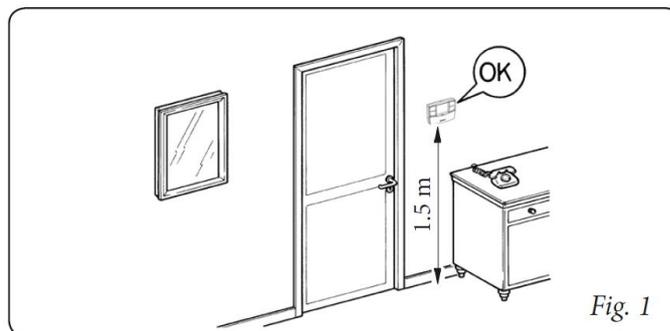

Fig. 1
1) Отделите шаблон фиксации от пульта и закрепите его на стене (смотри рис. 3). Место установки прибора необходимо подбирать таким образом, чтобы он показывал корректную температуру и не подвергался прямому воздействию нагревательных приборов (смотри рис. 1 и 2).